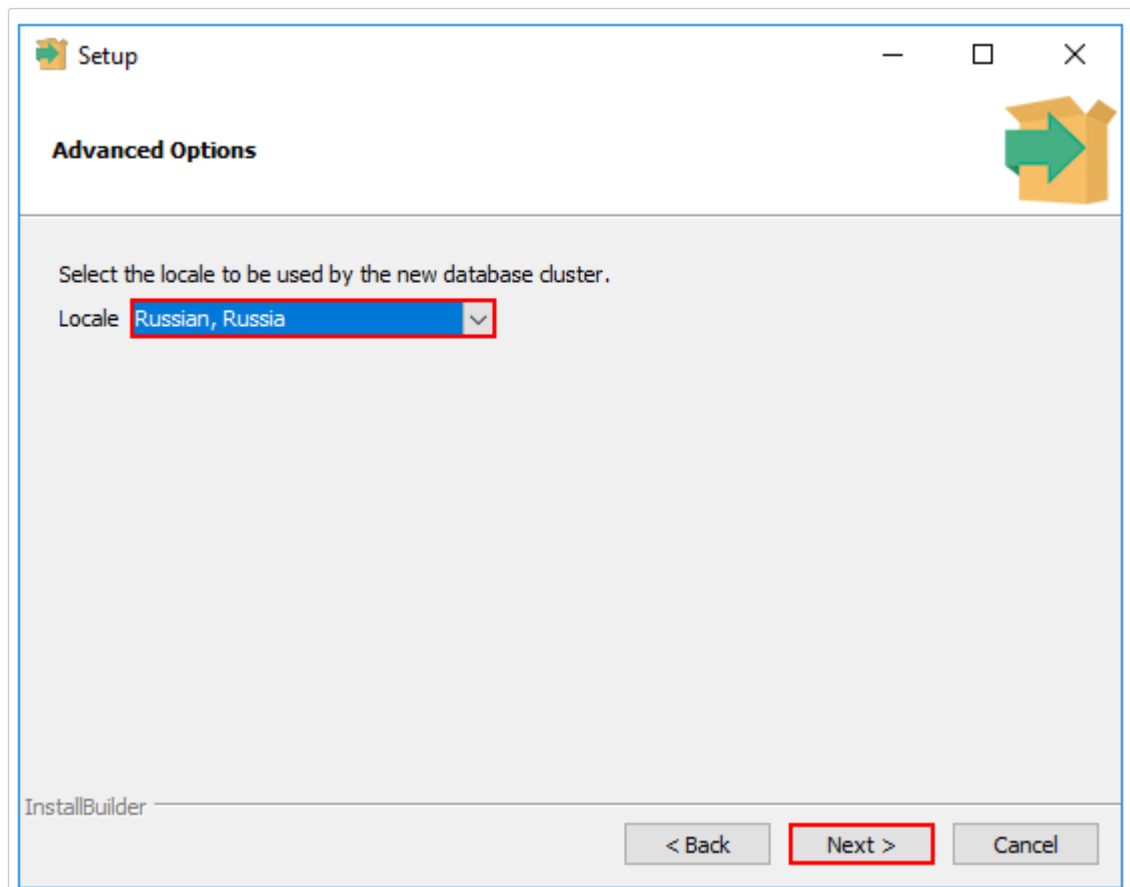

Рисунок 6. Выбор локали кластера БД
- 6) На странице *Advanced Options* указать локализацию, которая будет использоваться в работе с базами данных (см. рисунок 6).